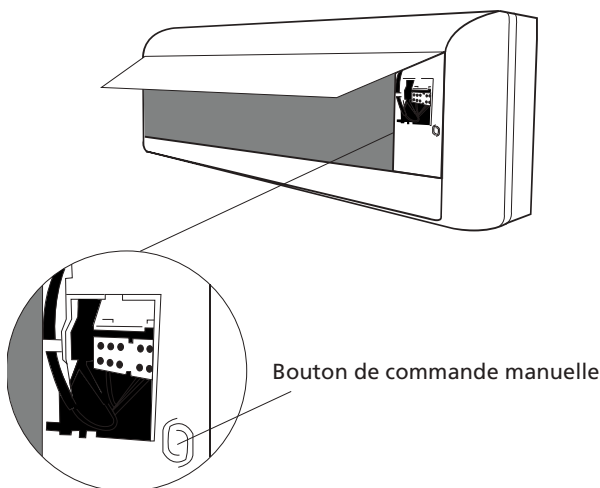

Fig. 8.1
2. Le bouton **MANUAL CONTROL (CONTRÔLE MANUEL)** se situe du côté droit de l'unité. Appuyez deux fois dessus pour sélectionner la fonction COOL (REFROIDISSEMENT). Voir **Fig 8.1**.